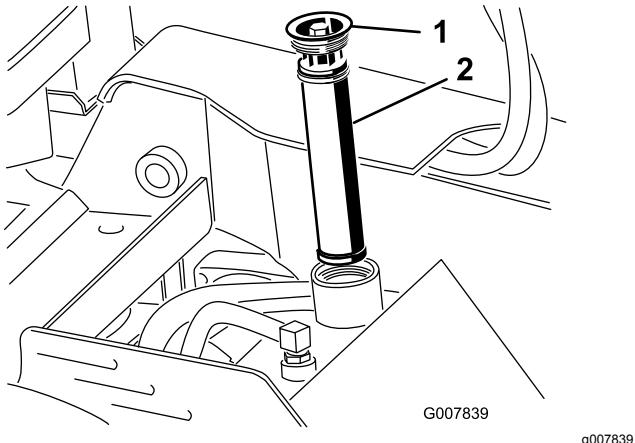

Figura 54
- Limpie la zona alrededor del cuello de llenado del depósito de aceite hidráulico, y retire el tapón y el filtro del cuello de llenado usando una llave de tubo (Figura 54).
- Retire el tapón de llenado del depósito hidráulico y el filtro (Figura 54).
10. Instale el filtro hidráulico y el tapón de llenado (Figura 54) y apriete el perno del tapón a entre 13 y 15,5 N·m.